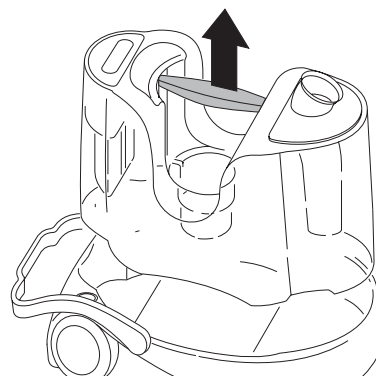

fig. 3
- Extraiga el tambor recoge sólidos/líquidos H utilizando la manilla específica prevista en el tambor (fig. 3).